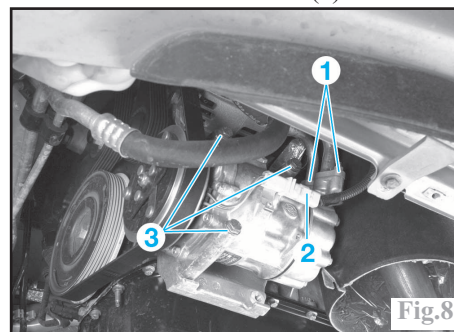

Fig.8
Déposer les vis (1) (Fig.8) de fixation des raccords d'entrée et sortie du compresseur.